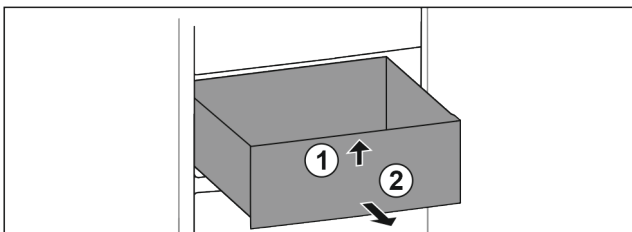

Fig. 62
- ▶ Lade aan de voorkant optillen. Fig. 62 (1)
- ▶ Lade naar voren toe verwijderen. Fig. 62 (2)